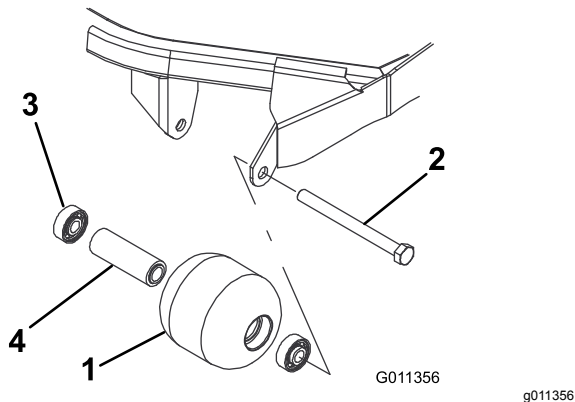

Bild 99
1. Entfernen Sie die Rollenbefestigungsschraube (Bild 99).
1. Drücken Sie das erste Lager in das Rollengehäuse (Bild 99). Drücken Sie dabei nur auf den äußeren Ring oder gleichmäßig auf die inneren und äußeren Ringe.
2. Setzen Sie ein Distanzstück ein (Bild 99).
3. Drücken Sie das zweite Lager in das Rollengehäuse (Bild 99). Pressen Sie dabei gleichmäßig auf den inneren und den äußeren Ring, bis der innere Ring das Distanzstück berührt.
4. Prüfen Sie das Rollengehäuse, die Lager und das Distanzstück auf Beschädigungen (Bild 99). Tauschen Sie beschädigte Teile aus und bauen Sie alles wieder zusammen.